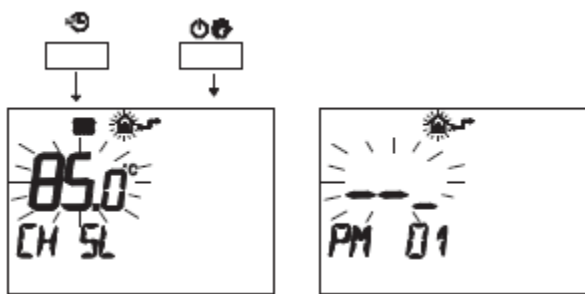

рис. 5.59
- Нажмите одновременно кнопки **☺** и **☺**, чтобы войти в режим программирование, см. рис. 5.59